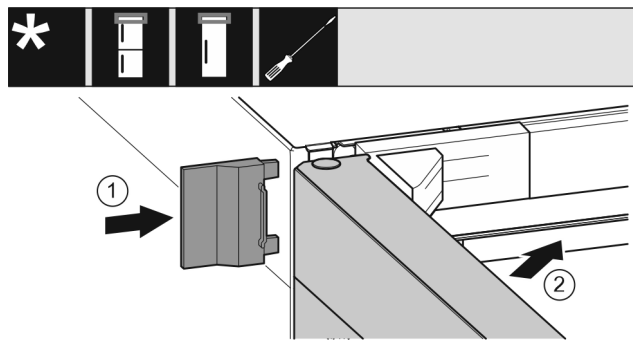

Fig. 23
- ▶ Надвиньте внешнюю крышку Fig. 23 (1).
- ▶ Закройте верхнюю дверь Fig. 23 (2).